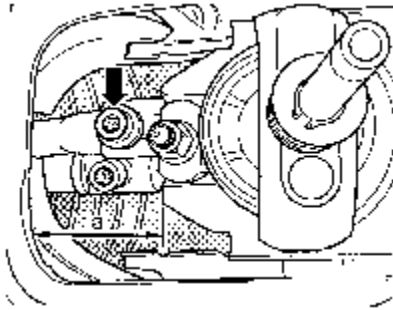

图 9-20 车身和变速器换挡操纵机构间距离
小心地从中央通道卸下防尘套，旋出用于换挡机构壳体的橡皮护板，然后把换挡手柄连同防尘套一起旋出。测量车身和变速换挡操纵机构之间的距离，如图 9-20 所示尺寸 a 必须为 37 毫米。否则，应进行调整。换挡操纵机构的调整步骤如下：
(1) 拧松推杆的螺栓（图 9-20 中箭头），在推杆/换挡操纵机构的连接灵活的前提下通过移动换挡操纵机构来调节，然后拧紧推杆的螺栓。